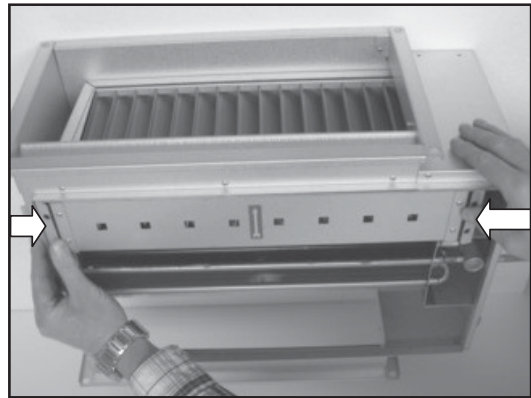

Рис. 7
- 6) Закрепите каплеуловитель (рис. 7);